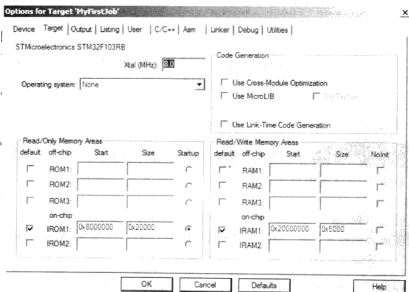
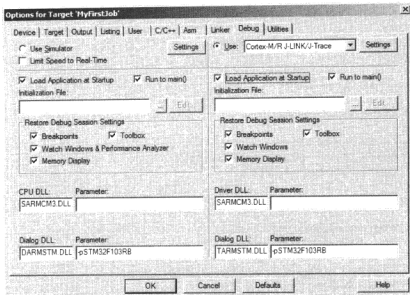

图 4.4.17 Keil MDK 工程配置界面
图 4.4.20 Debug 设置界面
④ 右击 Project 区的 MyFirstJob, 在弹出的菜单中选择 Option for Target 'MyFirstJob', 弹出选项配置界面, 如图 4.4.17 所示。进行如下操作:
① 右击 Project 区工程组中顶部的 MyFirstJob，在弹出的右键菜单中选择 Option for Target‘MyFirstJob’，随后弹出设置窗口，如图 4.4.17 所示。
② 在弹出的设置窗口 Option for Target‘MyFirstJob’中，执行如下操作：
a) 切换到 Debug 选项卡，选择“Use Cortex M/R J - LINK/J - Trace”，选中 Load Application at Startup、Run to main()等选项，如图 4.4.20 所示。